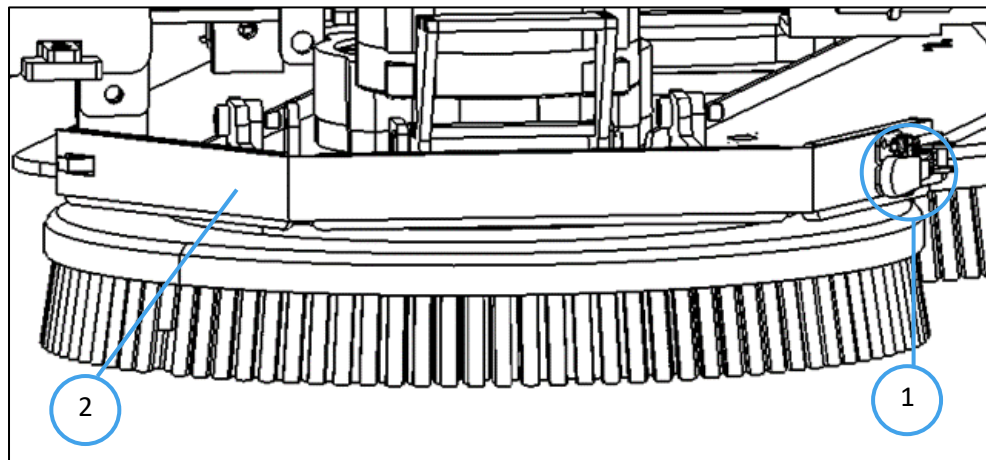

Fig. 1
1. Installez la lame en caoutchouc en ouvrant le loquet (Fig 1 highlight).
2. Décrochez la lame métallique (Fig 1 - 2).